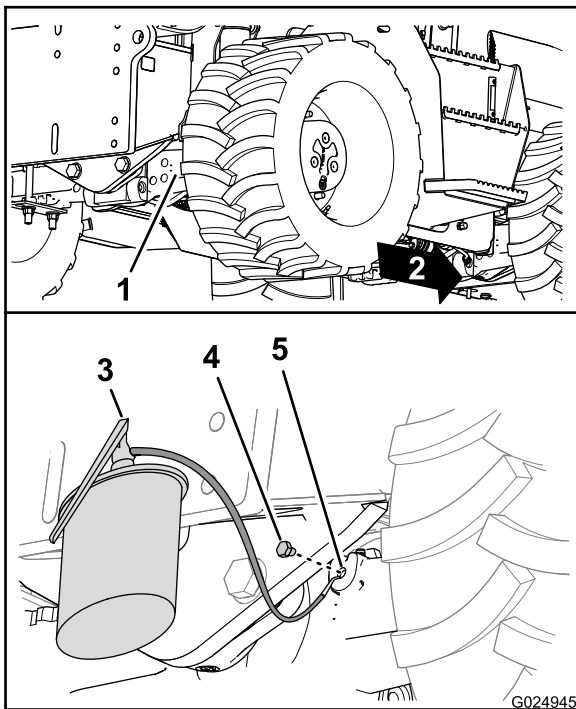

Рисунок 96
5. Установите пробки сливных отверстий в сливные отверстия картеров ведущих шестерен мостов (Рисунок 95 и Рисунок 96).
- Залейте масло указанного типа в мосты через смотровые отверстия, пока масло не будет на уровне резьбы в нижней части отверстия (Рисунок 95 и Рисунок 96)..
- Заверните пробки в смотровые отверстия картеров ведущих шестерен мостов (Рисунок 95 и Рисунок 96).